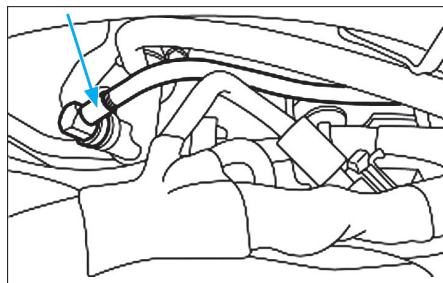

Fig. 16
- Débrancher du maître-cylindre les tuyaux d'huile d'embrayage de l'amortisseur anti vibrations (Fig.16).